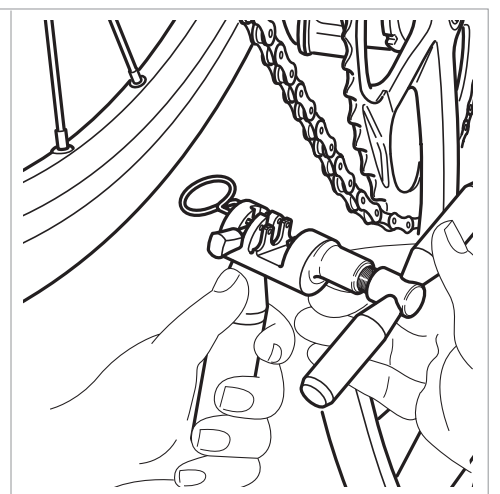

Fig.16
- Posizionate l'utensile **UT-CN400** come indicato in **Fig. 16** (dal lato esterno della catena verso l'interno).